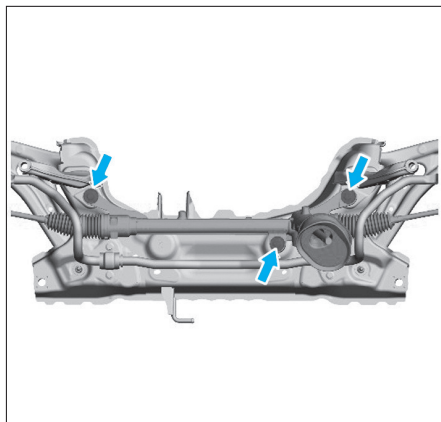
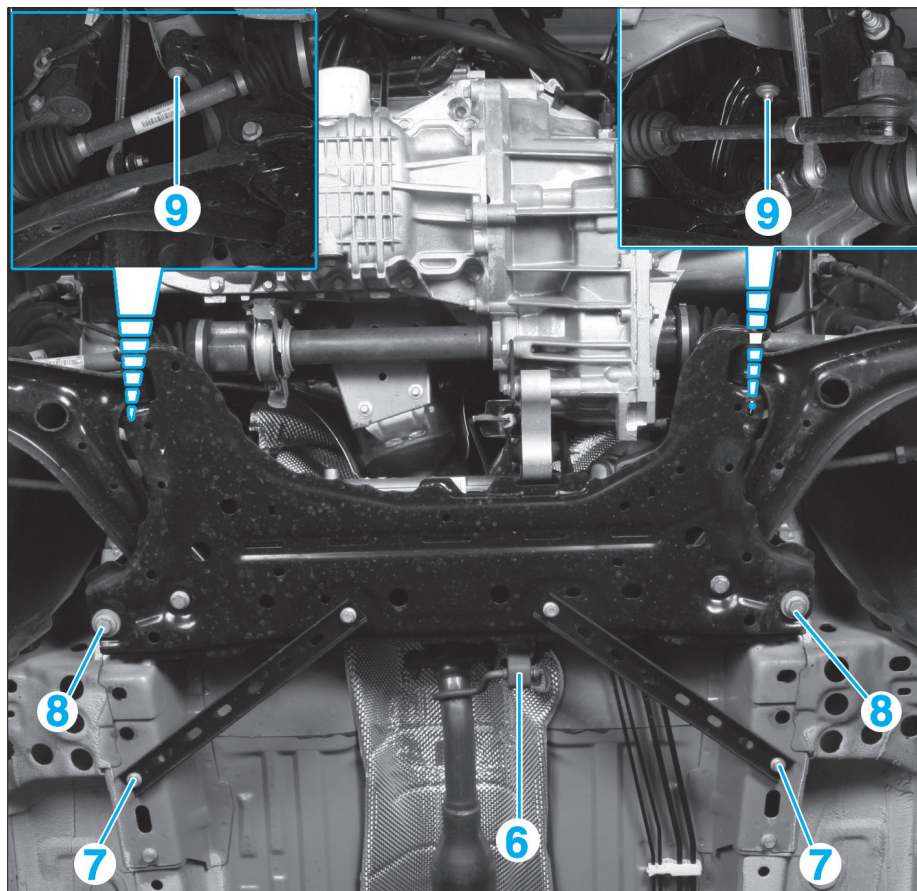

Fig. 18
Fig. 17
- Désaccoupler le silentbloc (6) de l'échappement (Fig.17).
- Déposer les vis (7) des tirants de berceau.
- Déposer les vis (8) puis (9) fixant le berceau.
- Déposer les trois vis (flèches) de fixation de boîtier de direction sur le berceau (Fig.18).